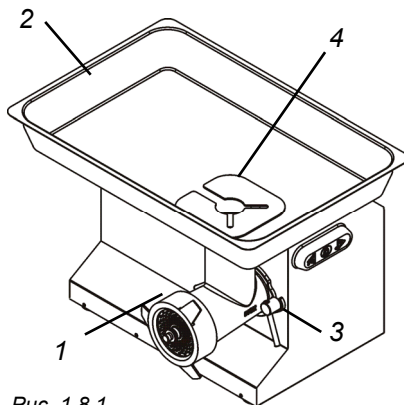

Рис. 1.8.1
4. Устройство для защиты рук. Загрузочная чаша изображенной модели оснащена жестко закреплённым защитным приспособлением «4», Рис. 1.8.1, в соответствии с циркулярным распоряжением Министерства труда и социального обеспечения № 66 от 05.09.79 г..